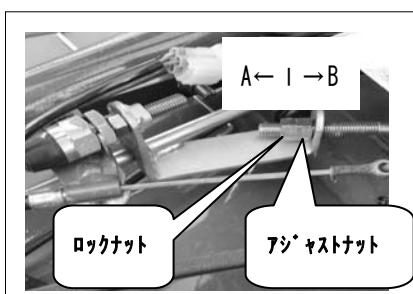

図 2
- ③ 上記寸法以外でつながる時は、走行ロッドのアジャストナットで張りを調整して下さい。<図 2 参照>